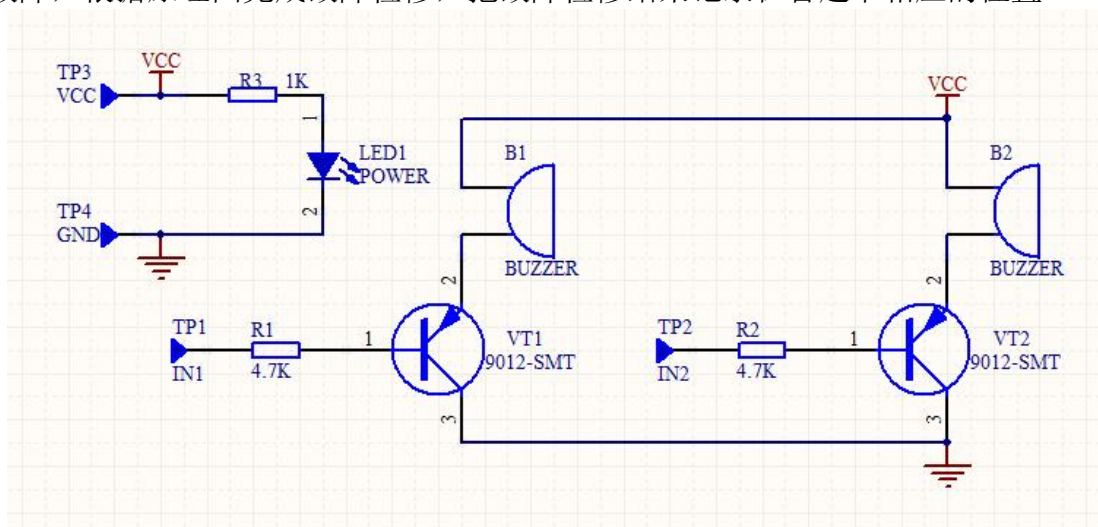

图 4 EDM504-蜂鸣器电路原理图
2. 完成热敏电阻的封装，以“3296”命名，封装尺寸如图 4 所示（单位：mm），封装丝印线粗为 0.3mm，完成后以工位号命名封装库 XX.pcbLibPcbDoc，保存到“工位号+线路板”文件夹。